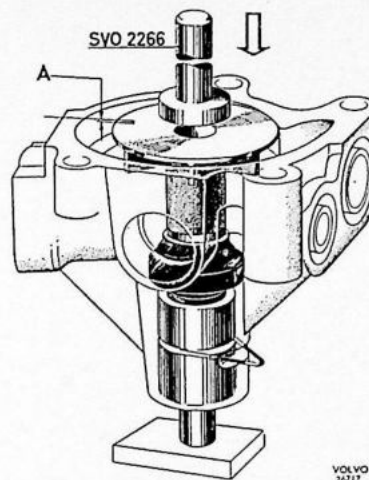

Fig. 2-108. Montage van de schoep
3. Pers de schoep met het stempel SVO 2266 zo ver, dat de schoep gelijk of 0,4 mm (0,0157") onder de oppervlakte van het pomphuis ligt. Het onderste einde van de as moet op een tegenhouder rusten, zie Fig. 2-108.